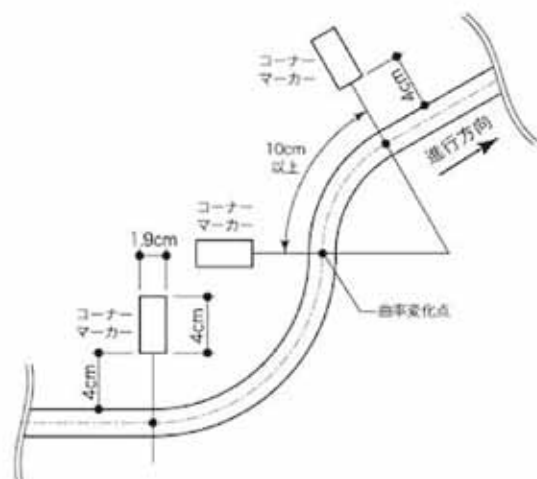

図4 曲率半径の変化する点
- 2-8. ラインの曲率が変化する地点には、進行方向左側の定められた位置にコーナーマーカーが貼付される。(図 4 参照)
- 6. コースは、曲率の変化する円弧が連続する場合もある(図 4 参照)。